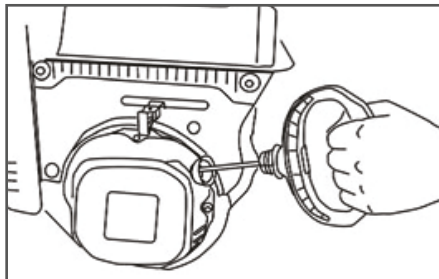

Рис.31 Запуск ручным стартером
1. Откройте топливный кран, переместив рычаг топливного крана в рабочее положение (ON).
3. Переведите рычаг газа (Рис. 31) на 1/3 хода в сторону положения максимальных оборотов двигателя (обозначение зайца на наклейке - максимальные обороты, черепахи - холостые обороты).